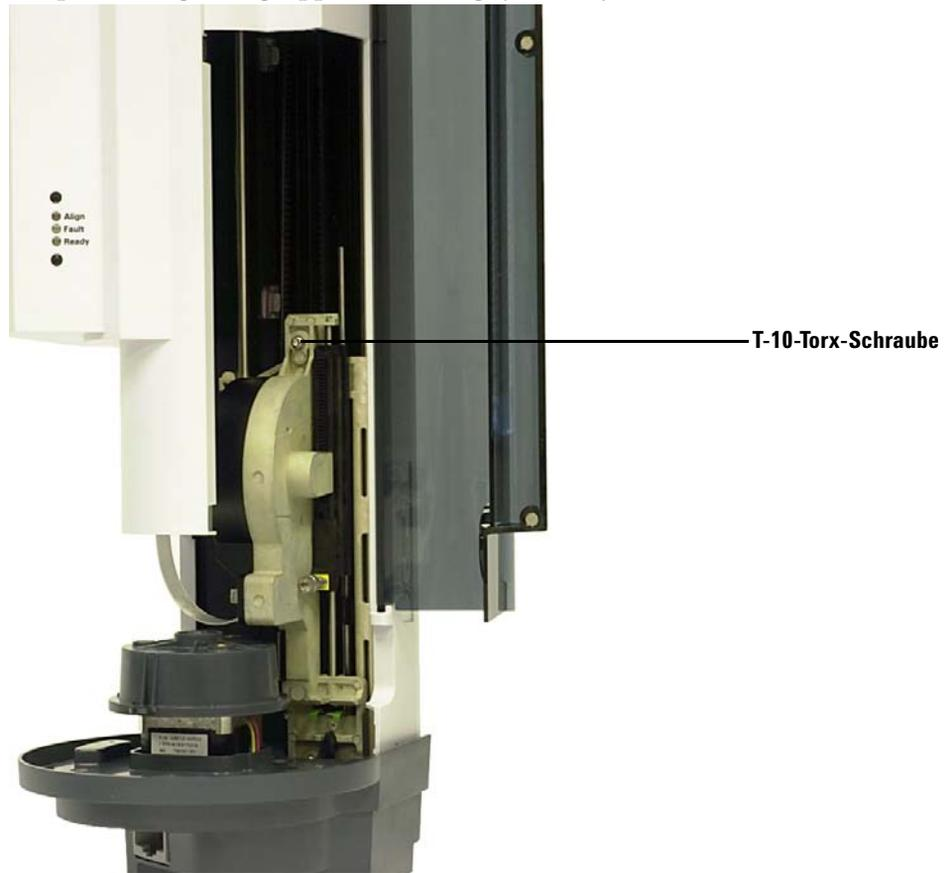

Abb. 60 Entfernen der T-10-Torx-Schraube oben an der Spritzenträgerbaugruppe
- 4 Lösen und entfernen Sie die T-10-Torx-Schraube oben an der Spritzenträgerbaugruppe vollständig (Abb. 60).